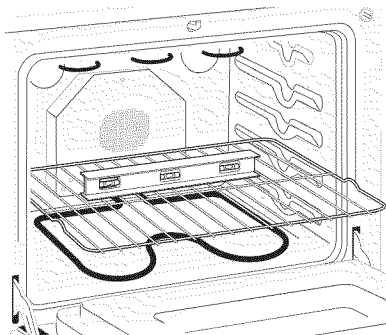
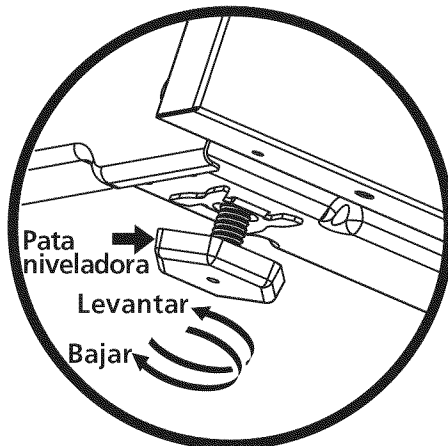

Figura 9
Figura 14
2. Ponga un nivel sobre la parrilla (vea figura 9). Tome dos lecturas con el nivel puesto diagonalmente en una dirección y después en la otra. Nivele la estufa, si es necesario, ajustando las 4 patas niveladoras con una llave de tuercas (Figura 14).